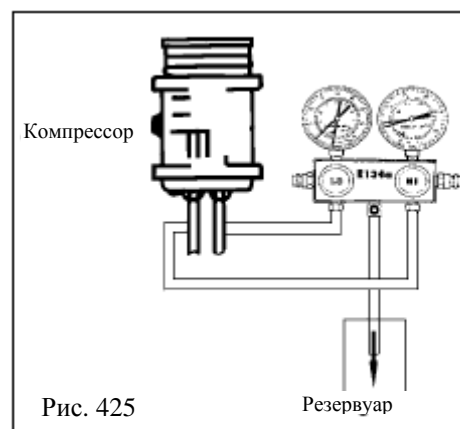

Рис. 425
- (1) Прежде всего подсоедините магистраль так, как показано на рисунке (рис.425). Затем, установите в системе кондиционирования режим максимального охлаждения, установите скорость вращения двигателя на 1000-2000 об/мин и дайте ему проработать 5 минут. Заставьте хладагент циркулировать и соберите как можно больше масла в компрессоре.